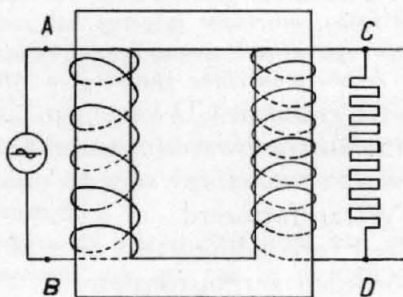

FIG. 9
- c. Bekijken we nu eens fig. 9. Hier hebben we links op een ijzeren juk een geleider AB gewikkeld en rechts een b.v. 3-maal zo lange geleider CD. Men noemt dit een *transformator*.
Maar in het geval van fig. 9 is de wikkeling CD driemaal zo lang als AB en nu blijkt dat de spanning in CD óók driemaal zo groot is, dan die in AB was.
Nemen we aan dat de wisselstroom in AB, fig. 9, een sterkte had van 6 Ampère bij 100 Volt.